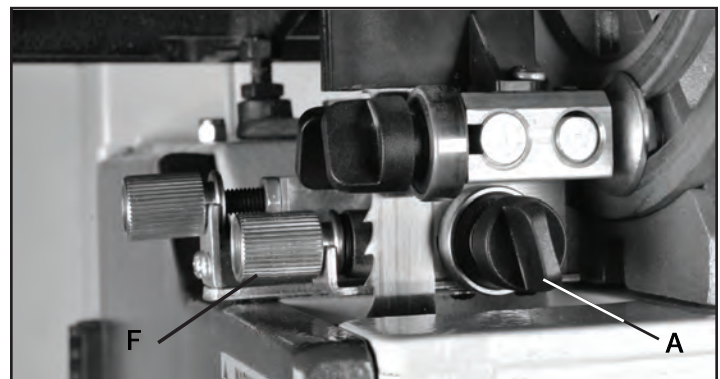

FIGURE 27
4. Réglez le guide de palier arrière pour se trouver juste à l'arrière de la lame de scie. Desserrer le bouton de verrouillage du guide arrière (A, La figure 27) Et déplacer le guide arrière vers la lame en faisant tourner la partie inférieure, le réglage micro- avant Bouton (B, La figure 27) . Lorsque le bon réglage est effectué, de verrouiller le guide en place en serrant le bouton de blocage (A).